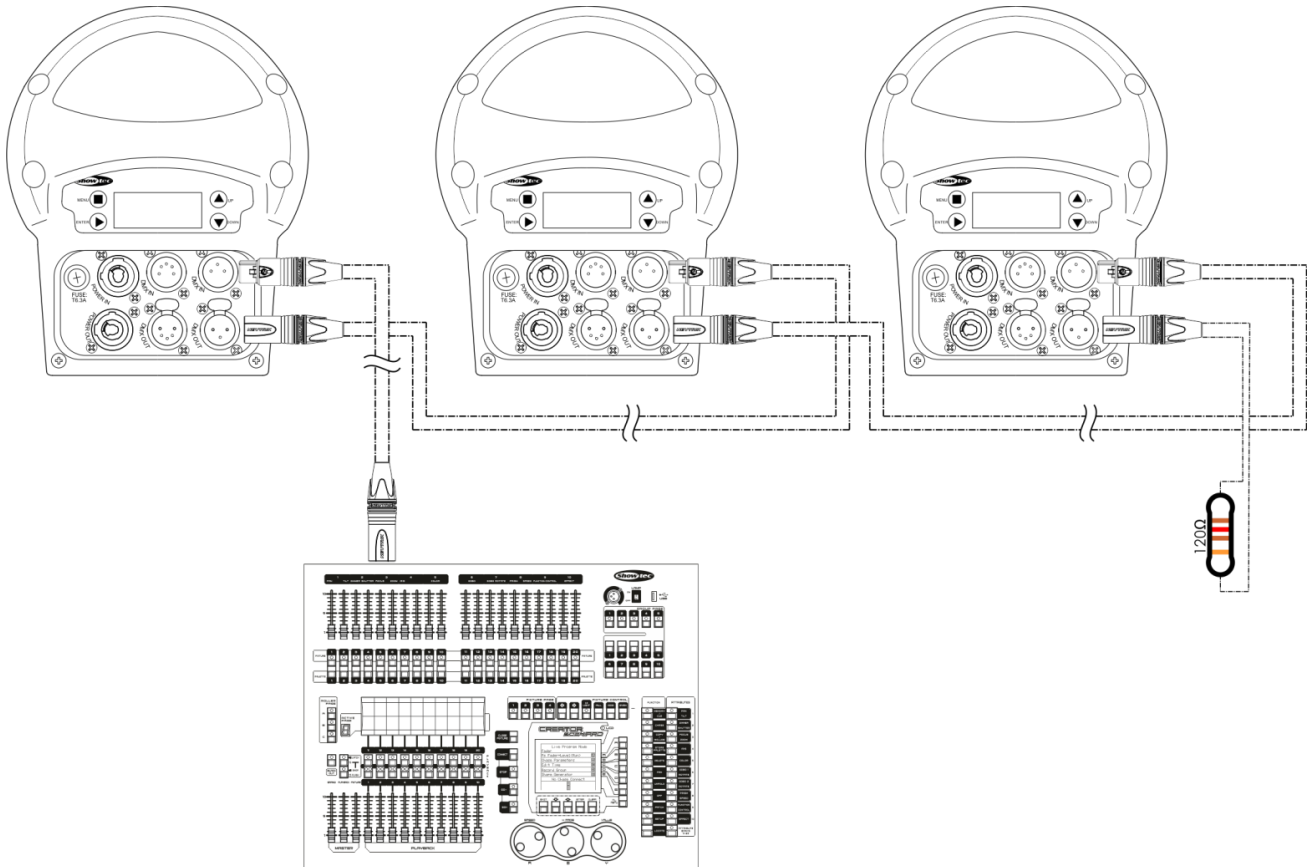

Fig. 13
- 04) Collegare le unità come indicato nella Fig. 13. Collegare la presa DMX "out" della prima unità alla presa DMX "in" della seconda unità, servendosi di un cavo di segnale DMX. Ripetere questo processo fino a collegare la seconda, la terza e la quarta unità.